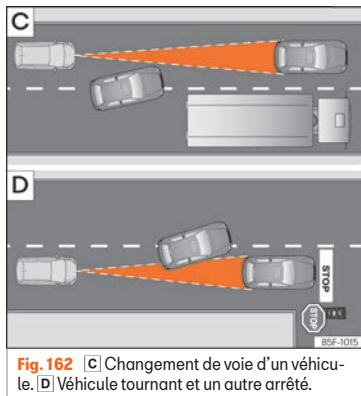

Fig. 162 [C] Changement de voie d'un véhicule. [D] Véhicule tournant et un autre arrêté.
- Véhicules changeant de voie pour aller sur la vôtre, à courte distance de votre véhicule » » » **fig. 162 [C].**
L'ACC ne réagit pas face à des véhicules arrêtés. Par ex., si un véhicule détecté par l'ACC tourne ou se détache et que devant ce dernier se trouve un véhicule à l'arrêt, l'ACC ne réagira pas face à celui-ci » » fig. 162 [D].